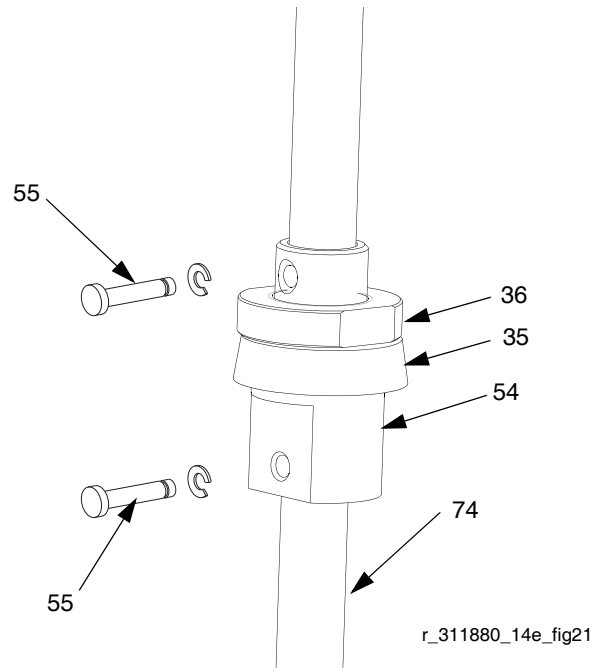

FIG. 21
9. Rimuovere i perni (55). Vedere FIG. 21.